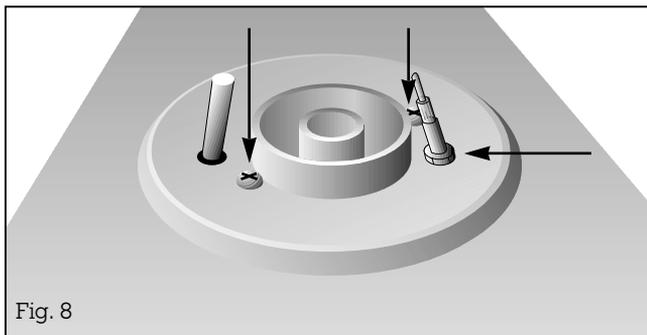

Fig. 8
- Si l'appareil est doté d'une conduite de gaz fixe, il faut le séparer du réseau. En cas de branchement au moyen d'un tuyau souple, il suffit de pousser l'appareil par le bas pour le dégager de sa fixation et le sortir du plan de travail (fig. 8).